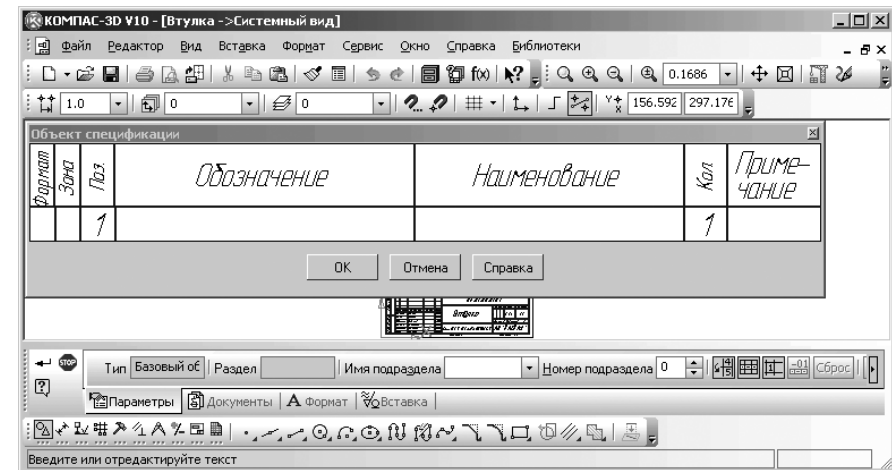

Рис. 6.109. Главное окно системы в режиме ввода объекта спецификации
- щелкните в диалоговом окне **Выберите раздел и тип объекта** по разделу **Детали**, а затем по кнопке **Создать**. Появится в окне чертежа пустая строка бланка спецификации и соответствующая **Панель свойств: Объект спецификации**, показанные на рис. 6.109.
- щелкните в диалоговом окне **Выберите раздел и тип объекта** по пункту **Детали**, а затем по кнопке **Создать**. Появится пустой объект спецификации (см. рис. 6.109);